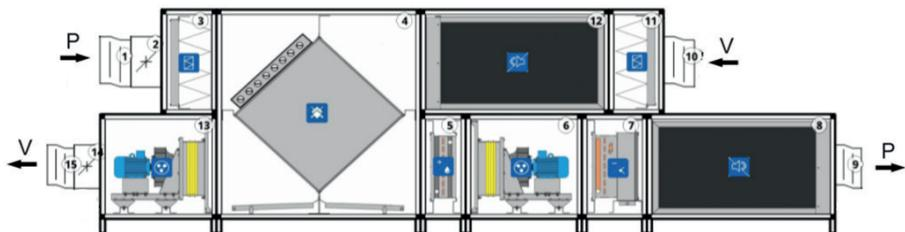

Рисунок 1
V.F - вставка гибкая фронтальная (поз. 1 рисунок 1);
KM.F - клапан ВКм фронтальный (поз. 2 рисунок 1);
C.MU.3 - фильтр укороченный карманный EU3 (поз. 3 рисунок 1);
D.6.3R - бокс водяного нагревателя трехрядного (поз. 5 рисунок 1);
A.F.РЦ.25.0,75.2 - бокс вентилятора (поз. 6 рисунок 1);
E.2.3R.1P - бокс фреонового охладителя трехрядного, однопоточного (поз. 7 рисунок 1).
V.F - вставка гибкая фронтальная (поз. 9 рисунок 1);
H.2 - шумоглушитель (поз. 8 рисунок 1).